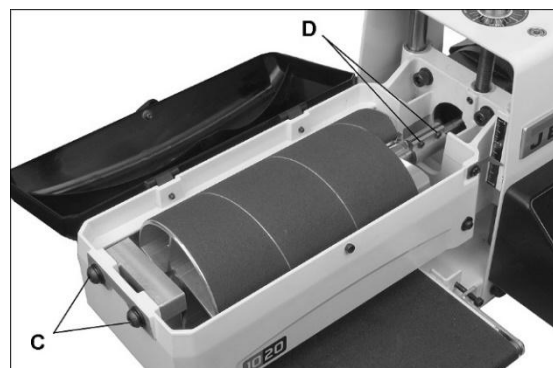

Figure 10-2: Dépose du cylindre
2. Enlevez les deux vis à six pans creux (C, Figure 10-2).
3. Desserrez deux vis sur l'accouplement (D).